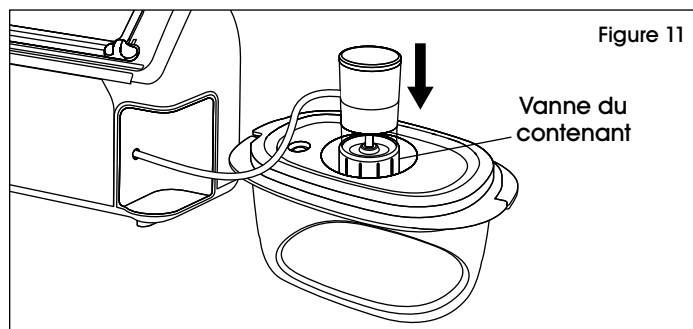

Figure 11
- Placez l'extrémité de la scelleuse portable sur la vanne du contenant. (Voir Figure 11)